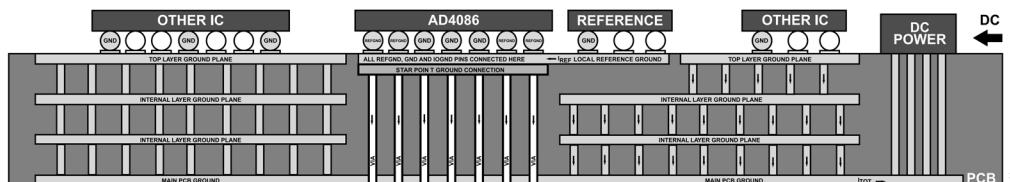

図 104. PCB グラウンド・プレーンの推奨レイアウト
- ▶ グラウンド・プレーンの分布を示す PCB ボードの側面断面図については、図 104 を参照してください。図 104 はグラウンド・プレーンのみを示しており、信号トラックは含まれていないことに注意してください。